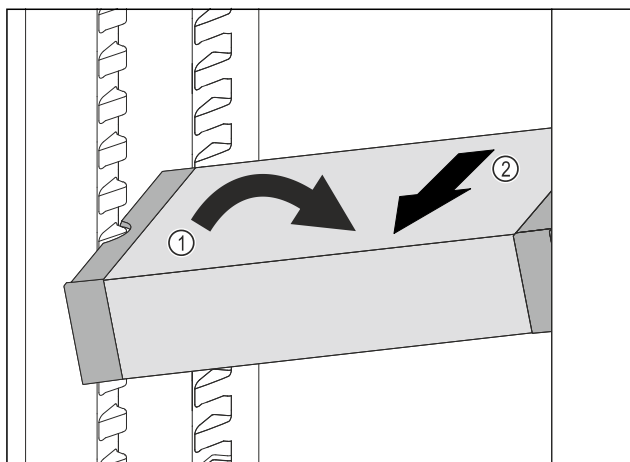

Fig. 139
- Vendosni VarioSafe pjerrtas në pjesën e ftohjes. Fig. 139 (1)
- Hiqni VarioSafe për nga përpara. Fig. 139 (2)